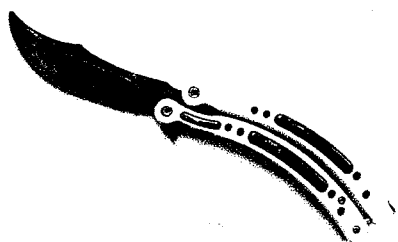

Рис. 1. Нож-бабочка
- **Балисонг** (таг. *balisong*), **нож-бабочка**, - складной нож с клинком, скрываемым в сложенном положении в рукояти, образованной двумя продольными половинками с П-образным сечением, шарнирно соединенными с хвостовиком клинка. При открывании половинки рукояти совершают оборот на 180 градусов в противоположные направления относительно клинка, обнажая клинок и, соединяясь, образуя рукоять. [1.] (Прил. 1, рис.1)